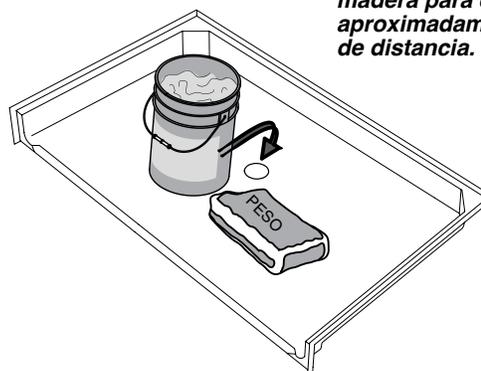

Figura 11
- 7** **COLOQUE 50 LIBRAS DE PESO** como se muestra en la figura 11 para asegurarse de que la unidad hace contacto con la resina epóxica.